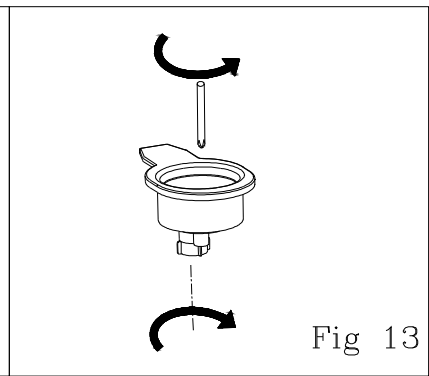

Fig 13
2. Nettoyer aussi le filtre pour sachets de café à l'eau douce. Le processus de nettoyage est le même que celui pour le filtre de poudre de café.(Fig. 13)